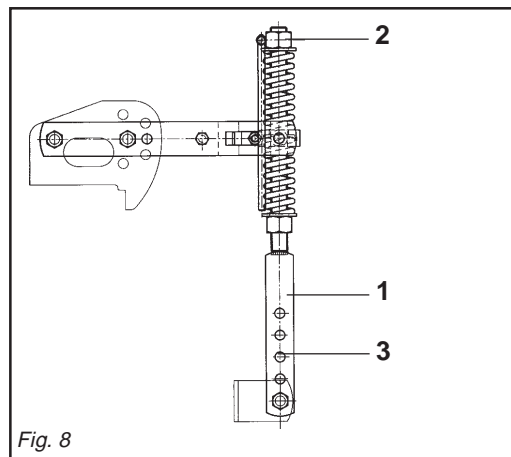

Fig. 8
- 6 - Il martinetto a molla (1 Fig. 8) oltre a sostenere la lamiera livellatrice ed ammortizzarla nel trasporto su strada, serve a evitare il ribaltamento della zappatrice durante il parcheggio. La regolazione del precarico sulla molla si effettua avvitando e svitando il dado superiore (2 Fig. 8), agendo con l'apposita leva. A seconda della posizione, determi-
- 6 - *Besides supporting the levelling plate and acting as a shock absorber for it during road transport, the spring ram (1 Fig. 8) prevents the steerage hoe from overturning when parking. To adjust the spring pre-loading, screw or unscrew the upper nut (2 Fig. 8) using the spring adjuster. The effect of the levelling plate on the soil can be increased or decreased*
- 6 - Die Federwinde (1 Abb. 8) trägt nicht nur das Planierschild und dient beim Straßen-transport zur Dämpfung von Stößen, sondern sie soll auch verhindern, daß die Hackfräse während des Parkens umkippt. Um die Feder zu verstellen, verschrauben oder aufschrauben Sie die obere Mutter mit dem Spindel.
- 6 - *Le vérin à ressort (1 Fig. 8) sert de soutien à la tôle de nivellement et de suspension pendant le transport sur route, pour éviter le basculement du cultivateur lors du stationnement. Pour régler la pression du ressort, vissez ou dévissez l'écrou supérieur avec la manivelle. L'effet de la tôle de nivellement sur le terrain peut être augmenté ou diminué*
- 6 - El gato de resorte (1 Fig. 8), además de sostener la chapa de nivelación y protegerla durante el transporte en carretera, sirve para evitar el vuelco de la binadora durante el estacionamiento. Por regular la presión sobre el resorte, atornillar o destornillar la tuerca superior con el gato. De acuerdo a la posición, determina-
nata del bullone (2 Fig. 8) sui vari fori posti nel martinetto (3 Fig. 8) si riesce ad aumentare o diminuire l'effetto della lamiera livellante sul terreno.
depending on the position, established by of the nut (2 Fig. 8) in the various holes in the ram (3 Fig. 8).
Je nach der Position, die durch der Mutter (2 Abb. 8) in den verschiedenen Löchern des Windenrohres (3 Abb. 8) festgelegt wird, kann die Wirkung des Planierschilds auf den Boden erhöht oder verringert werden.
en changeant la position du boulon (2 Fig. 8) dans les différents trous du vérin (3 Fig. 8).
da de la turca (2 Fig. 8) en los diversos orificios del gato (3 Fig. 8) se logra aumentar o disminuir el efecto de la chapa de nivelación sobre el terreno.